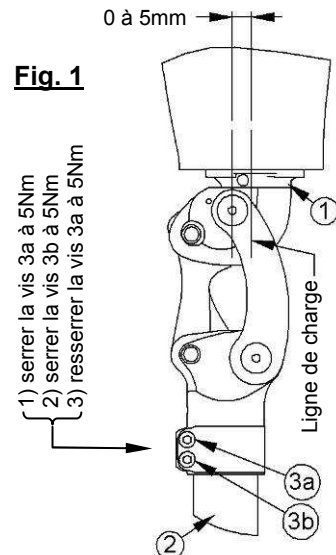

Fig. 2
D) REGLAGE DU RAPPEL A L'EXTENSION (Fig.2)
E) REGLAGE DE LA BUTEE D'EXTENSION (Fig.2)
F) REGLAGE DE LA FRICTION DE L'ARTICULATION (Fig.2 et 2-1)